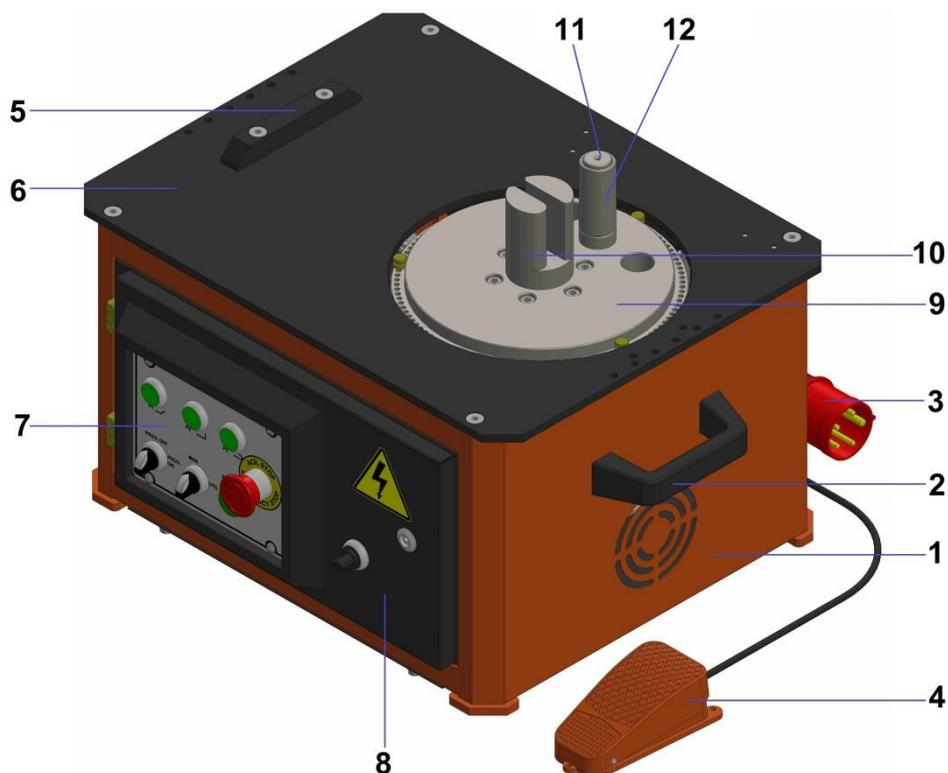

Figure 1: Structure de la Machine à cintrer
- Placez la tête de cintrreuse adaptée pour votre barre d'armature, la goupille droite et la douille de cintrage (Figure 1 N° 10, 11, 12) dans les trous correspondants du disque de cintrage.
- Placez la tête de cintreuse adaptée pour votre barre d'armature, la goupille droite et la douille de cintrage (Figure 1 N° 10, 11, 12) dans les trous correspondants du disque de cintrage.
- Placez la tête de tréfilage appropriée pour votre barre d'acier, la goupille droite et le manchon de cintrage (Figure 1 No. 10, 11, 12) dans les trous correspondants du disque de cintrage.